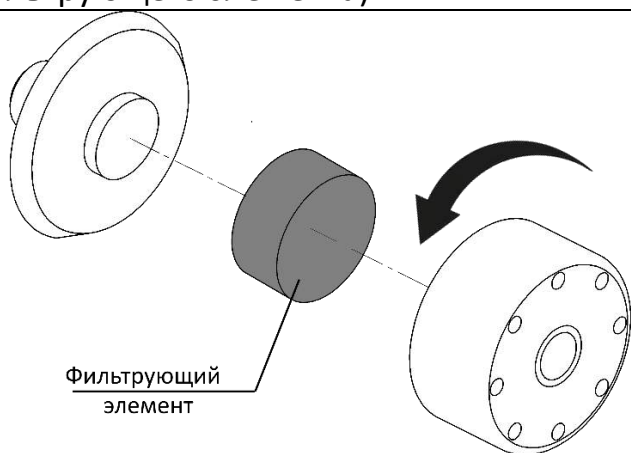

Рисунок 7
Через каждые 600 часов работы или чаще по результатам внешнего осмотра (появление загрязнения с внутренней стороны фильтрующего элемента или изменение его цвета) заменяйте воздушный фильтр (фильтрующий элемент) (рисунок 7). Для этого выполните следующие действия:
- Снимите крышку воздушного фильтра (рисунок 7), провернув ее против часовой стрелки.